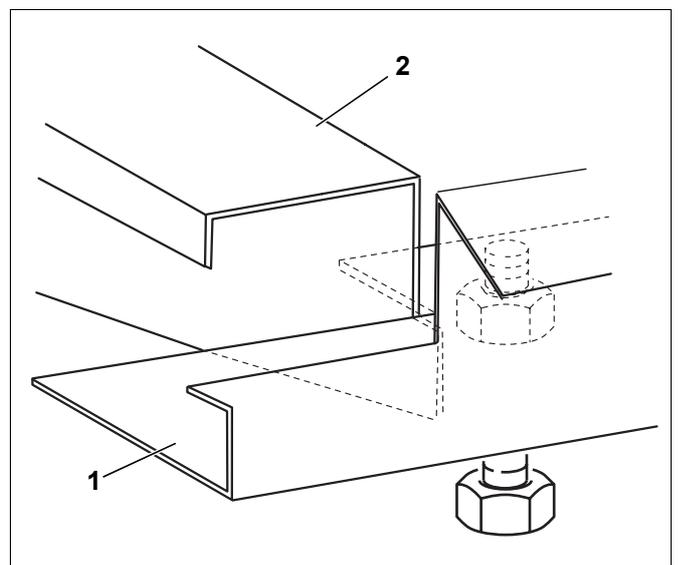

Bild 39 Längsschiene auf Quertraverse setzen
- ▶ Längsschiene (Bild 39, **Pos. 1**) mit der vorderen Ausklinkung auf die Ausklinkung der Quertraverse (Bild 39, **Pos. 2**) setzen.